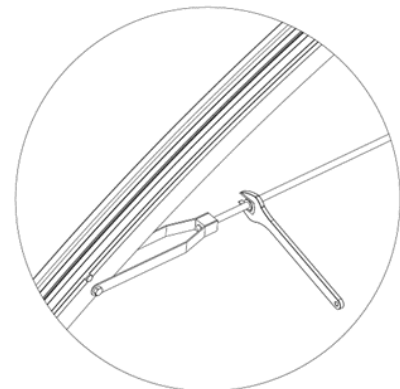

Abb.29
(Abb.29)
1. beginnend mit der inneren Mittelsprosse (Dach) (7.1) wird diese am unteren Druckring des Dachlüfters (11.0) mit einer Linsen-Blechschaube (B8.1) montiert. (Abb.29)